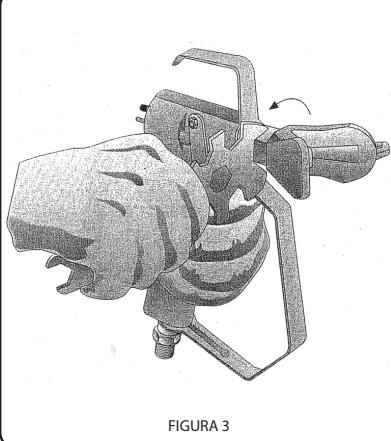

FIGURA 3
- 2 Aflojar tuerca soporte de la boquilla (figura 3). Girar la protección de la boquilla y colocar la ranura en posición horizontal para conseguir un abanico horizontal o colocar la ranura en posición vertical para conseguir un abanico vertical.